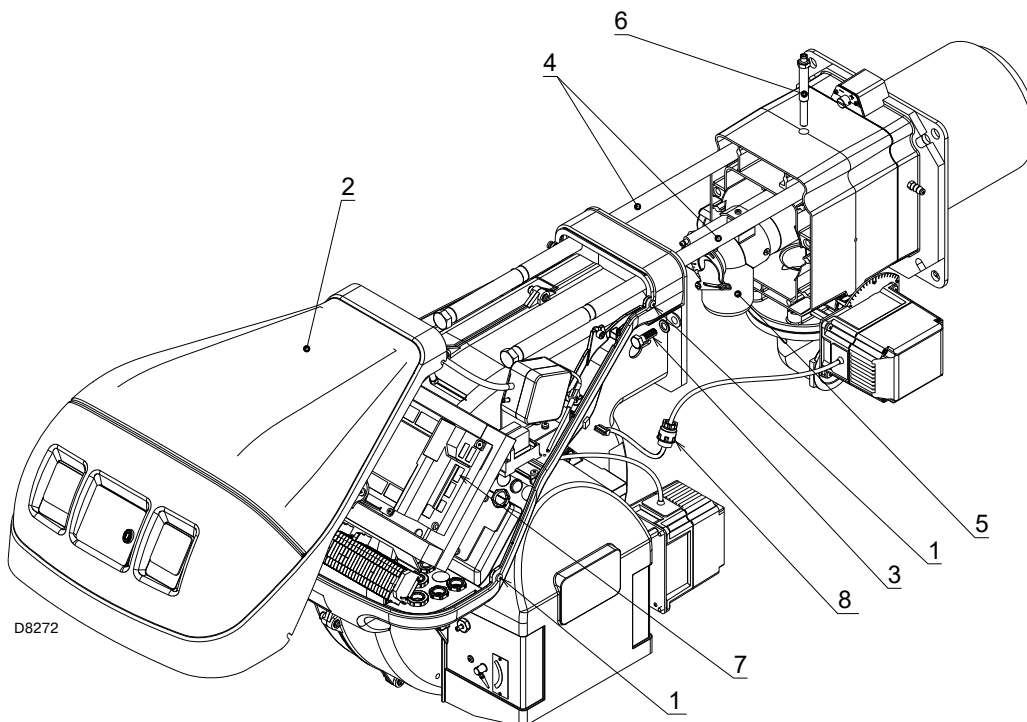

Рис. 36
- Ослабить 4 винта 1) (Рис. 36) и снять кожух 2).